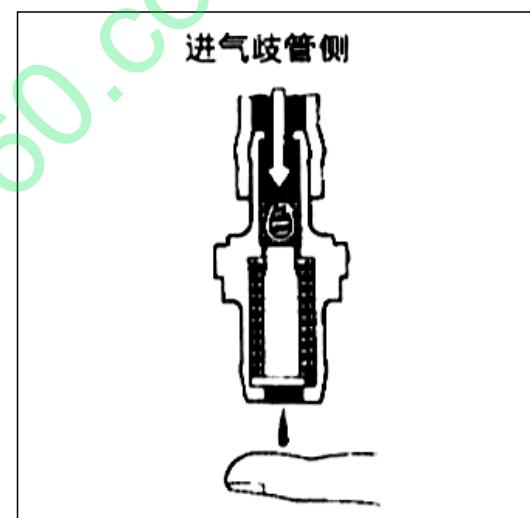

图5-2-2
(2) 从进气一侧往 PCV 阀中吹空气，检查气路是否不畅通 (图 5-2-2)。